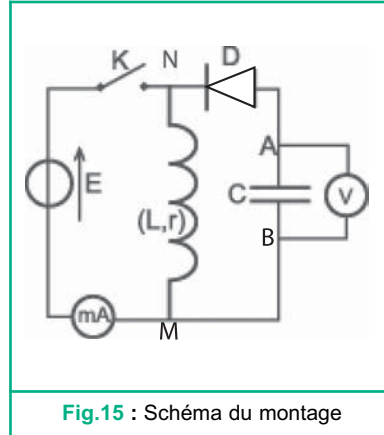

Fig.15 : Schéma du montage
On réalise le montage de la figure 15 qui comporte une bobine (B) d'inductance  $L = 10 \text{ mH}$  (bobine de 500 spires par exemple) et de résistance interne  $r$ , un générateur de tension de f.e.m.  $E = 6 \text{ V}$ , une diode  $D$ , un condensateur de capacité  $C = 5 \mu\text{F}$ , un voltmètre numérique et un milliampèremètre.
Initialement, les appareils de mesure utilisés dans le montage réalisé (Fig.15) n'indiquent rien parce que le condensateur ne porte aucune charge et le générateur d'alimentation est en circuit ouvert.